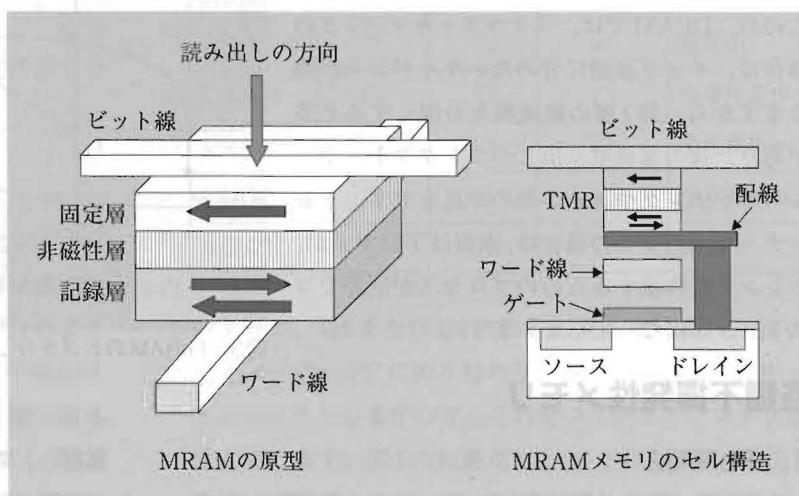

図5 MRAMの原理とセルの構造
同じ原理を半導体メモリに採用したのがMRAM (Magnetic Random Access Memory) です。図5左は、TMRの原理を示したもので、2枚の強磁性体で薄い絶縁層を
挟んだ構造をしています。図5左では、上の磁性体（固定層）は常に一定方向に磁化されており、下の磁性体（記録層）は、ビット線とワード線に流す電流が形成する磁場の方向に応じて、磁化の向きが左右の2方向のどちらかを向くことになります。そして、図で垂直方向の読み出し電気抵抗が、記録層の磁化の向きにより大きく変わることを利用します。固定層と記録層の磁化の向きが同じなら、絶縁層にトンネル電流が流れ、磁化の向きが逆になっていると、絶縁層に電流が流れません。
ビットの構造は、図5右のようになっており、ビットを選択するスイッチMOSの上にTMRが載っています。DRAMでは、スイッチMOS + キャパシタでしたが、MRAMではスイッチMOS + TMRとなるわけで、メモリの原理は異なるが考え方は同じです。磁性層にはCoFe/NiFeなどが用いられ、絶縁膜（バリア層）には、AlOxが使われていましたが、結晶性MgOなら抵抗比が大きく取れると注目され有望だと思われます。MRAMは、①書き込み・読み出しともに10nsという高速動作、②書き換え回数も 10^{15} 以上が望める、③低電圧動作、という優れた特徴がありますので、DRAMやその他のメモリに比べて優れており、安価に生産できるようになれば、メモリの王様になりうる可能性があります。MRAMの書き